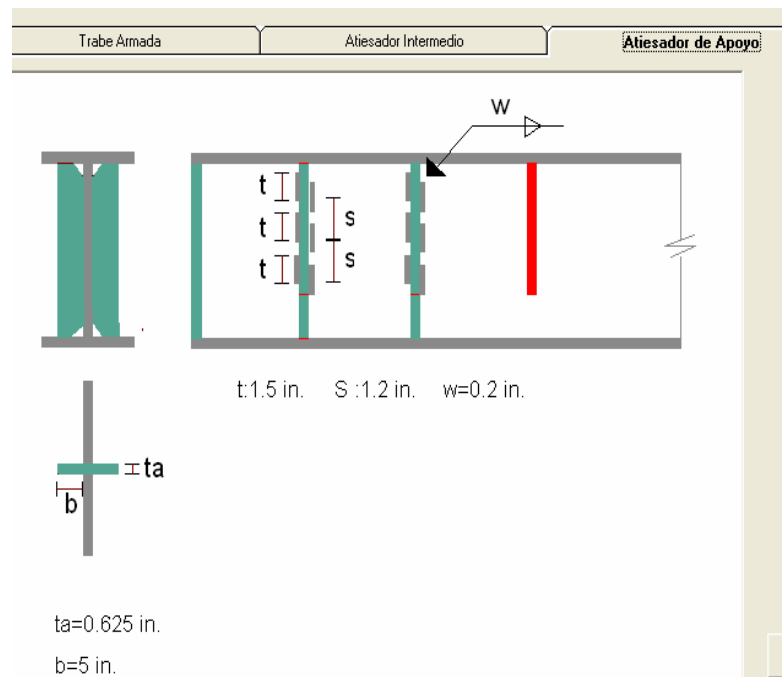

Figura 6.23 Dimensiones de Atiesadores de Apoyo.
4. La carpeta “Atiesadores de Apoyo”, se muestra en la Figura 6.23.